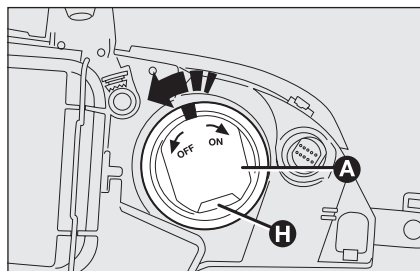
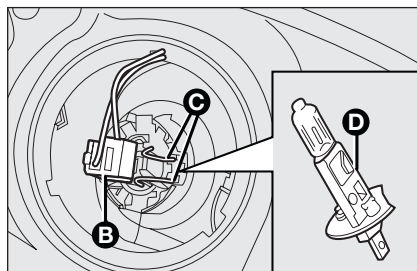

fig. 20
fig. 21
- ☐ tourner dans le sens contraire des aiguilles le bouchon **A-fig. 20** et l'extraire ;
- ☐ débrancher le connecteur électrique **B-fig. 21** ;
- ☐ décrocher l'agrafe de maintien de la lampe **C-fig. 21** ;
- ☐ extraire la lampe **D-fig. 21** et la remplacer ;
- ☐ reclipser l'agrafe **C-fig. 21**, brancher le connecteur électrique **B** et insérer le bouchon **A-fig. 20** en le tournant dans le sens des aiguilles d'une montre. Positionner l'ouverture de ventilation **H-fig. 20** du bouchon du haut vers le bas.